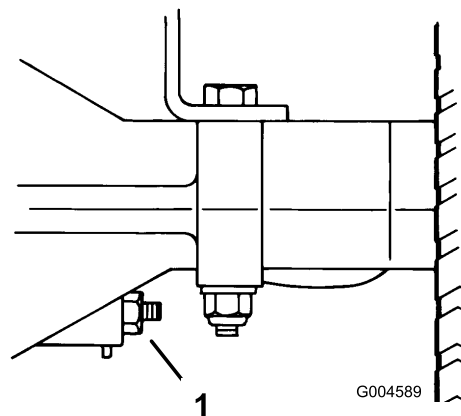

Bild 33
2. Drehen Sie zum Erhöhen des Bremswiderstands die Bremseneinstellmutter (Bild 33) eine Achtelumdrehung nach rechts.